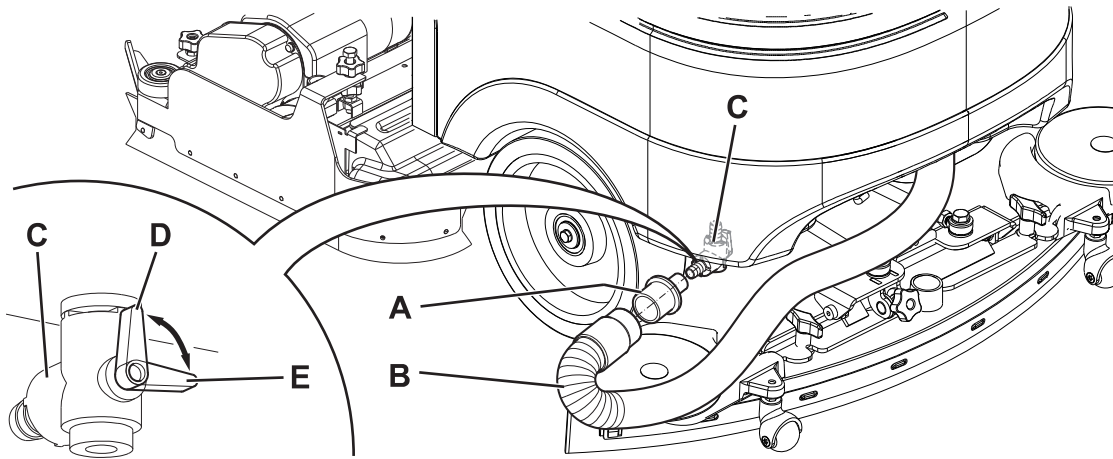

Abbildung 5
Die Anzeige (C) gibt die Reinigungsmittelkonzentration in der Reinigungslösung gemäß Tabelle auf Abbildung 5 an.
8. Adapter (45) aus seinem Sitz im Batteriefach nehmen.
9. Adapter (A, Abb. 5) auf das Ansaugrohr (B) der Sauglippe montieren und in das Ablassventil (C) schieben.
10. Zündschlüssel (58) in Stellung I drehen und mit Schalter (63) Ansauganlage einschalten.
11. Ablassventil (C) zur Entleerung des Tanks (22) öffnen.